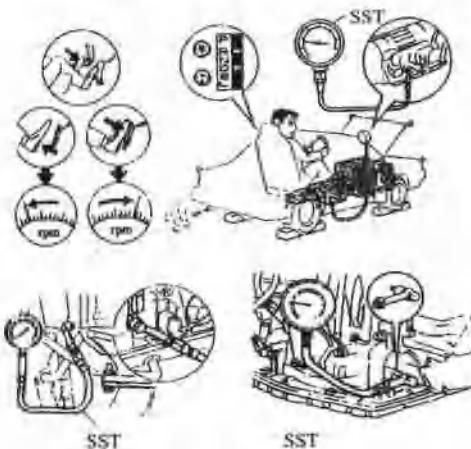

图 5.6 油压试验
- ① 拔去变速器壳体上的检查接头塞，接上压力表。
- ② 启动发动机，拉紧驻车制动，在油温正常（50°C~80°C）时进行试验，并用三角木将4只车轮前后均堵住。
- ③ 踩下制动踏板，换入D挡位，先测急速下的主油路管道的压力。
- ④ 将加速踏板踩到底，测发动机达到失速转速时油路的最高压力。
- ⑤ 在R位重复试验，将测得的数值与规定值比较，参见图5.6所示。